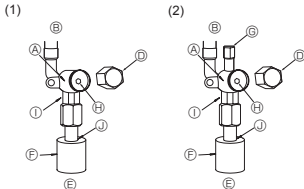
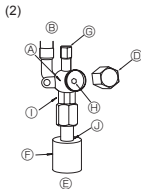

Fig. 5-5
Fig. 5-6
- (1) Lado de líquido (Fig. 5-5)
- ① Abra la tapa y gire la varilla de válvula hacia la izquierda hasta su tope, utilizando una llave hexagonal de 4 mm. Deje de girar cuando llega al tope. (Aproximadamente 4 revoluciones)
- ② Cérchiese de que la válvula de parada esté completamente abierta, empuje la manivela y enrosque la tapa en su posición original.
- (2) Lado de gas (Fig. 5-6)
- ① Abra la tapa y gire la varilla de válvula hacia la izquierda hasta su tope, utilizando una llave hexagonal de 4 mm. Deje de girar cuando llega al tope. (Aproximadamente 9 revoluciones)